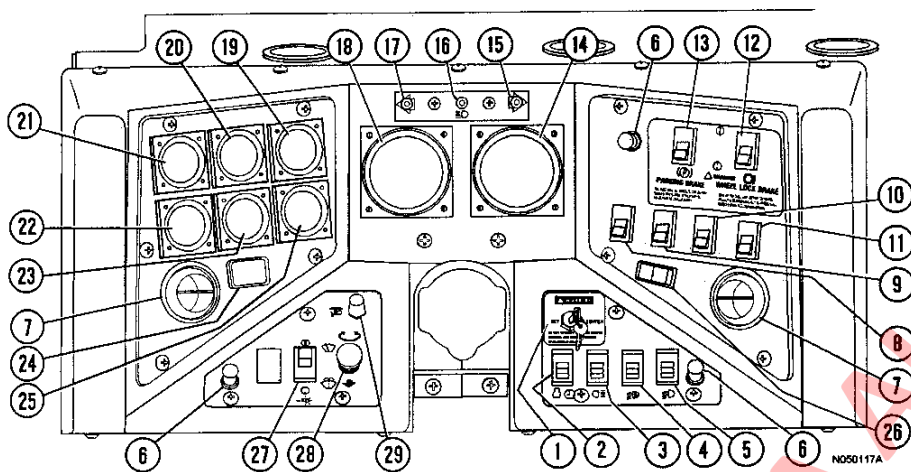
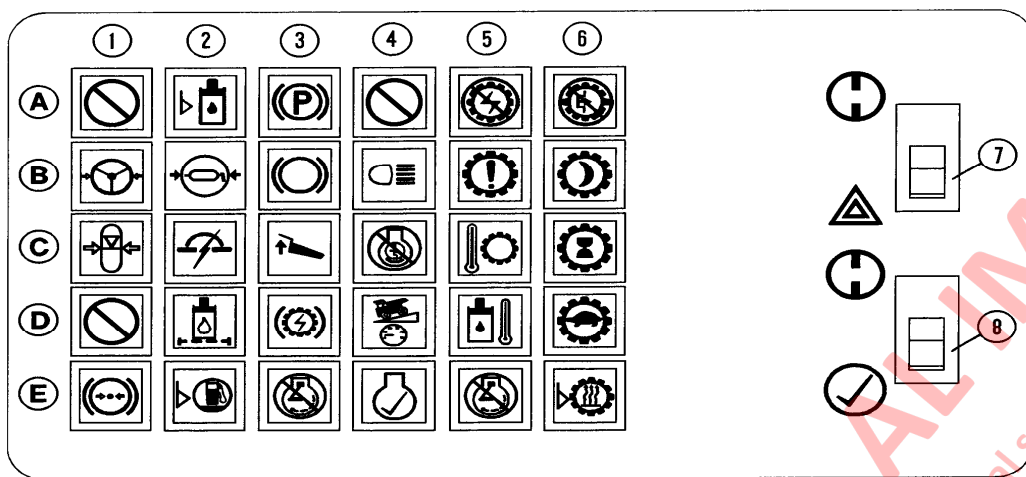

FIGURA 5-5. MEDIDORES, INDICADORES Y CONTROLES DEL PANEL
FIGURA 5-6 LUCES INDICADORAS DE ESTADO/ADVERTENCIA DEL PANEL SUPERIOR
PANEL DE INSTRUMENTOS (Figura 5-5)
MEDIDORES, INDICADORES Y CONTROLES DEL PANEL (Figura 5-5)
Este es un interruptor (1, Figura 5-5) de tres posiciones (apagado, funcionamiento, partida).
2. Después de hacer partir el motor, ponga el Interruptor REST en Off (desactiva el modo de operación Rest). Consulte INTERRUPTOR REST (26, Figura 5-5).
2. Ponga el interruptor "REST" en posición "On" (coloca el sistema de accionamiento en modo de operación "REST"). Consulte INTERRUPTOR REST (26, Figura 5-5).
Este interruptor (2, Figura 5-5) es del tipo oscilante de tres posiciones (Apagado – Activado – Temporal). El interruptor activa un circuito temporizador que detiene automáticamente el motor después de un período de enfriado de 5 minutos a ralentí bajo.
- Detenga el camión. Reduzca las RPM del motor a bajo ralentí. Coloque el interruptor de selección en "Neutro" (ver CONTROLES DEL OPERADOR) y aplique el Freno de Estacionamiento. Ponga el interruptor "REST" en posición "On" (para dejar el sistema de accionamiento en el modo REST). Consulte INTERRUPTOR REST (26, Figura 5-5).
- Cuando el Temporizador de Detención del Motor se haya activado, se encenderá la Luz Indicadora del Temporizador de Retardo (C4, Figura 5-6) en el panel superior para avisar que ha comenzado la secuencia del tiempo de detención. El motor seguirá funcionando en RPM de ralentí por cerca de 5 minutos para permitir que el motor se enfríe adecuadamente antes de detenerse.
El interruptor manual de retroceso (3, Figura 5-5) permite encender las luces de retroceso para una mayor visibilidad y seguridad cuando el interruptor de selección no está en la posición "REV" (vea Controles del Operador). Cuando el INTERRUPTOR se mueve a la posición de "encendido", se encenderá el indicador de LUZ MANUAL DE RETROCESO (B4, Panel Superior, Figura 5-6).
El interruptor (4, Figura 5-5) enciende o apaga las luces de la escalera antes o después de usarla. Al presionar la parte superior del interruptor oscilante se encienden las luces. Al presionar la parte inferior del interruptor se apagan las luces. Otro interruptor va montado en la parte delantera izquierda del camión cerca de la base de la escalera.
Los neblineros (5, Figura 5-5) son equipos opcionales útiles en condiciones de neblina y de lluvia intensa. Al presionar la parte superior del interruptor oscilante se encienden las luces. Al presionar la parte inferior del interruptor se apagan las luces.
Estas luces (6, Figura 5-5) proporcionan iluminación para el panel de instrumentos. El brillo se controla mediante el interruptor del atenuador de la luz del panel (28).
Estos orificios (7, Figura 5-5) están dispuestos en forma esférica y pueden ser dirigidos por el operador para proporcionar un mejor flujo de aire en la cabina.
(8, Figura 5-5) NO SE USA EN EL MODELO 930E
La Luz de la Baliza Giratoria OPCIONAL (9, Figura 5-5) se activa mediante este interruptor oscilante (si está equipado) al moverlo a la posición de "encendido".
Si el camión está equipado con el espejo con desempañador (10, Figura 5-5) OPCIONAL, se activará mediante este interruptor oscilante (si está equipado) al moverlo a la posición de "encendido".
(11, Figura 5-5) NO SE USA EN EL 930E
El Bloqueo de Freno de las Ruedas (12, Figura 5-5) se debe usar con el motor funcionando sólo para operaciones de carga y descarga. El interruptor de bloqueo de freno activa el sistema de freno hidráulico que bloquea sólo los frenos de servicio de las ruedas traseras. Al entrar en el área de pala o volteo, detenga el camión usando el pedal de frenos de servicio. Cuando el camión esté completamente detenido y en la posición de carga, aplique el Bloqueo de Frenos moviendo el interruptor oscilante al símbolo de "encendido". Para soltarlo, mueva el interruptor oscilante hacia el símbolo de "apagado".
El Freno de Estacionamiento (13, Figura 5-5) se aplica con resorte y se suelta en forma hidráulica. Está diseñado para mantener detenido un camión cuando el motor se apaga y el interruptor de partida se gira a la posición "Off". El camión debe estar completamente detenido antes de aplicar el freno de estacionamiento o pueden producirse daños al freno de estacionamiento.
Para aplicar el freno de estacionamiento, mueva el interruptor oscilante hacia el símbolo de "encendido". Para soltar el freno de estacionamiento, mueva el interruptor oscilante hacia el símbolo de "apagado". Cuando el interruptor de partida esté en "encendido" y el freno de Estacionamiento esté aplicado, se encenderá la luz indicadora del Freno de Estacionamiento (A3, panel superior, Figura 5-6).
El tacómetro (14, Figura 5-5) registra la velocidad del cigüeñal del motor en cientos de revoluciones por minuto (RPM).
Esta luz (15, Figura 5-5) se enciende para indicar que los señalizadores de viraje a la derecha están funcionando cuando la palanca de señalizadores de viraje de la columna de dirección se mueve hacia arriba. Al mover la palanca a la posición central se apaga el indicador.
La amarilla indica que la temperatura del sistema va en aumento. También existe una luz ámbar (amarilla) de "advertencia de temperatura" en el panel superior (C5, Figura 5-6) que se encenderá cuando la temperatura supere cierto nivel. Cuando esto ocurre, el operador debe considerar un cambio en la operación del camión para reducir la temperatura del sistema.
La roja indica alta temperatura del aceite en el estanque hidráulico. Prolongar el funcionamiento podría dañar los componentes en el sistema hidráulico. También existe una luz ROJA de "advertencia de temperatura" en el panel superior (D5, Figura 5-6) que se encenderá cuando la temperatura supere cierto nivel.
Se encenderá en el panel superior una luz ámbar (amarilla) (B6, Figura 5-6) al solicitar e ingresar el estado de DESCANSO.
Consulte la Figura 5-6 y las descripciones siguientes para la explicación de los símbolos.